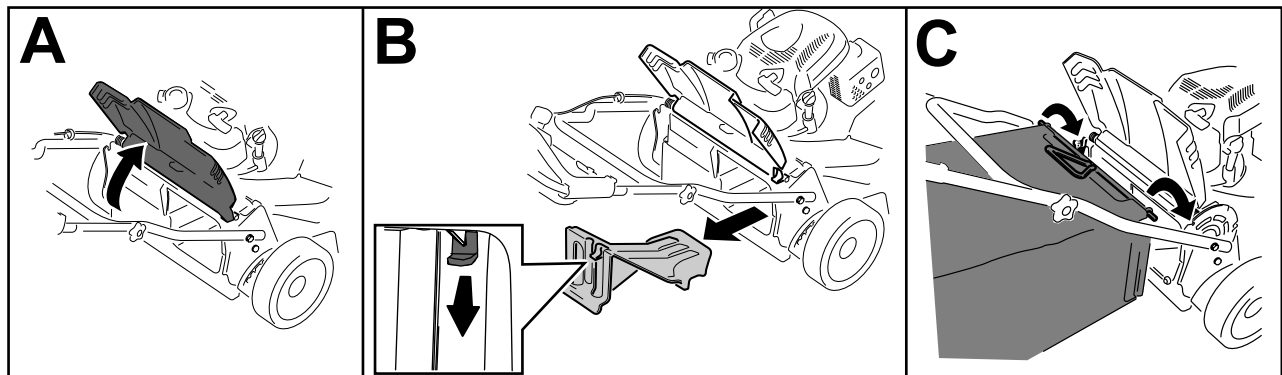

Figura 24
1. Faça subir e mantenha elevado o defletor traseiro (A da Figura 24).
2. Retire o bujão de descarga traseira empurrando o trinco para baixo com o polegar e retirando o bujão da máquina (B da Figura 24).
3. Instale a barra do saco nas ranhuras na base do manípulo e abane o saco para a frente e para trás para assegurar que a barra está encaixada na parte inferior de ambas as ranhuras (C da Figura 24).